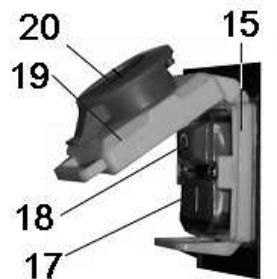

Рис. 4
8. МАГНИТНЫЙ ПУСКАТЕЛЬ (Рис. 4)